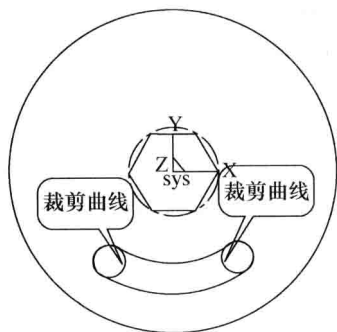
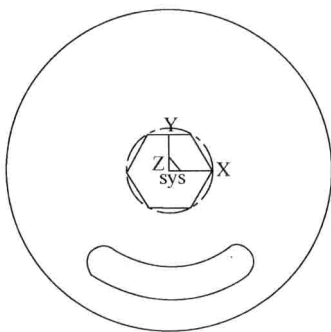

图 1-16 删除曲线
图 1-17 裁剪曲线
⑥ 单击“删除”按钮 ，拾取 $\phi 30$ 、 $\phi 80$ 的圆、夹角为 72° 的两条边，右击删除，结果如图1-16所示。
⑦ 单击“曲线裁剪”按钮 ，选择“快速裁剪”、“正常裁剪”，拾取需要裁剪的部分，图1-16所示，裁剪结果如图1-17所示。